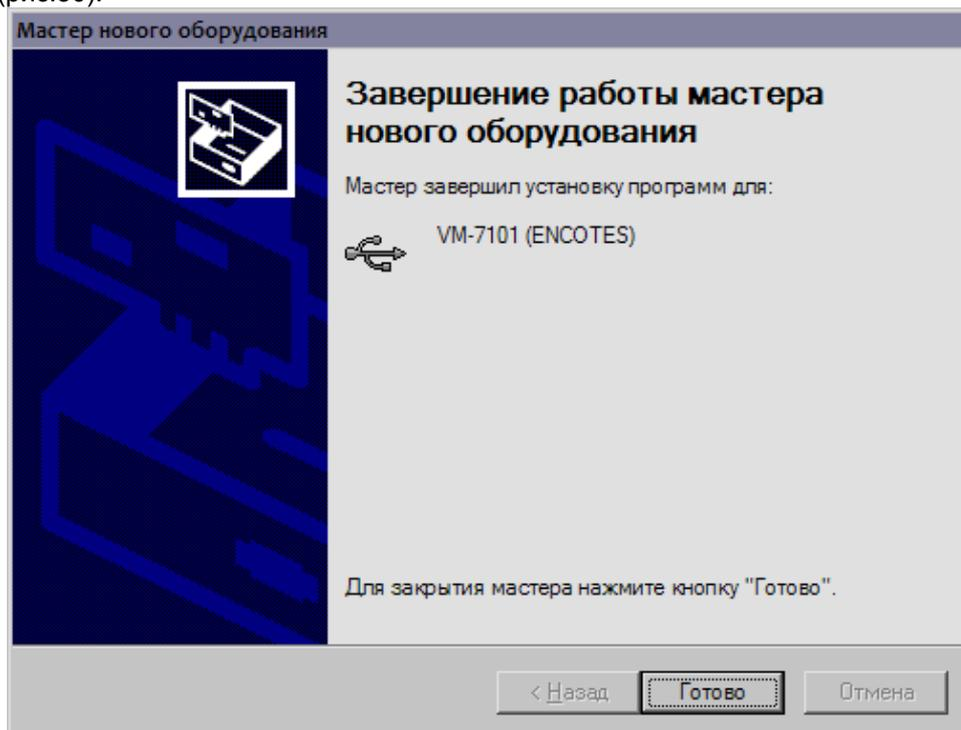

Рисунок 30 – Окно "Завершение работы мастера обнаружения нового оборудования"
6. Нажать кнопку **"Далее"**, появится окно завершения работы мастера обнаружения нового оборудования (рис.30).